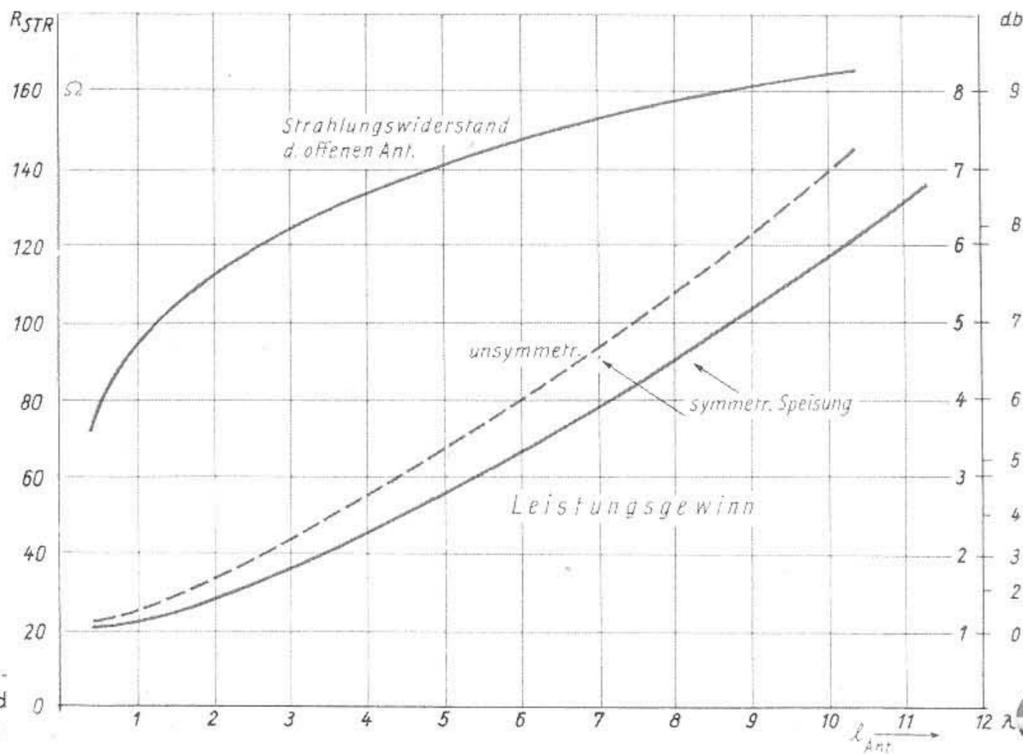

Abb. 8. Strahlungswiderstand und Leistungsgewinn
Da der Flächeninhalt des Diagramms ein Maß für die gesamte abgestrahlte Leistung darstellt, muß dieser in beiden Fällen gleich sein. Daraus geht aber hervor, daß der in den einzelnen Halbwellenanteilen fließende Strom bei unsymmetrischer Speisung jeweils auf dem Strombauch bezogen nicht die gleiche Stärke aufweist. Demzufolge hat auch bei Langdrahtantennen der Strahlungswiderstand bei gleicher Bedeutung nicht die gleiche Beziehung wie beim Dipol, bei dem der Strahlungswiderstand gleich dem Wirkwiderstand in dem einen Strombauch ist und der durch Multiplikation mit dem Quadrat des in ihm fließenden Stromes die von der Antenne abgestrahlte Leistung angibt. Der rechnerisch ermittelte Grenzwert des Strahlungswiderstandes von Langdrahtantennen ist in Abb. 8 eingezeichnet; er darf aber zur Berechnung der abgestrahlten Leistung nicht unmittelbar herangezogen werden.
Der rechnerisch aus Gl. (1) gewonnene Leistungsgewinn für die Hauptzipfel gegenüber dem Dipol ist ebenfalls aus Abb. 8 ersichtlich. Merklicher Leistungsgewinn tritt also erst bei größeren Antennenlängen auf. Die Unterschiede der Speisung zeigen hierbei nochmals, daß der unsymmetrischen Speisung für den Amateurbetrieb der Vorzug zu geben ist. Grundsätzlich muß aber dazu gesagt werden, daß die Nebenzipfel amplitudenmäßig etwa der optimalen Feldstärke des Dipols entsprechen, also bei Nahverkehr oder besonders günstigen Ausbreitungsverhältnissen oftmals auch ausreichen. Den Nullstellen der Abstrahlung aber kann man gegebenenfalls durch Variation der freien, strahlenden Länge begegnen (vgl. Abb. 9a, b).